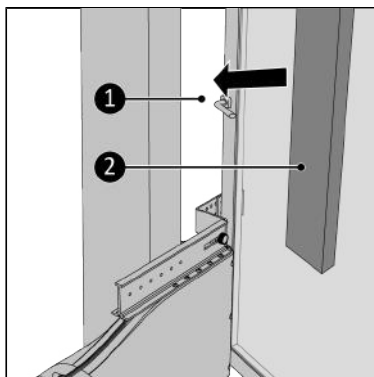

Figure 197.
17. Comblez les espaces vides (Figure 197, pos. 1) avec la mousse d'isolation fournie (Figure 197, pos. 2), découpez la mousse si nécessaire\*.